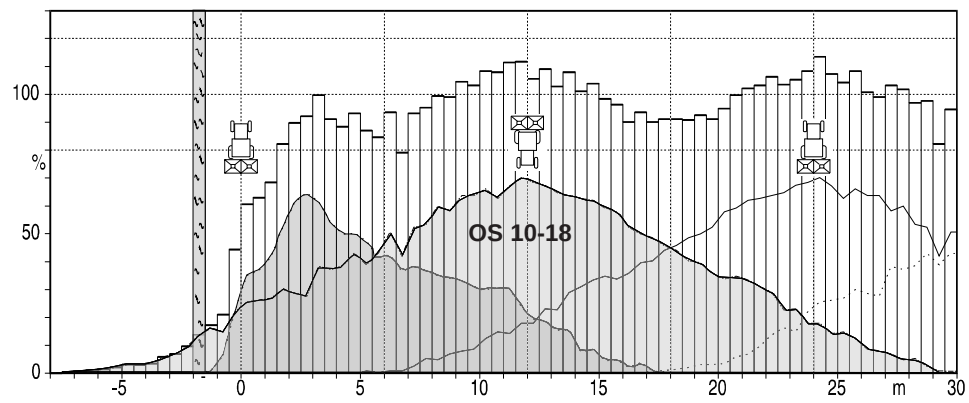

Fig. 4.7
- avec des voies de passage jalonnées tous les 10m ou 12m (fig. 4.7 et 4.8).
Ainsi par exemple, l'épandage à 1,5 m du bord de la bordure (avec déflecteur de bordure) est valable dans le cas d'un jalonnage tous les 18 m, car l'engrais ne tombe pas au-delà de la limite du champ. Si par contre l'agriculteur travaille avec un jalonnage à 10 m ou 12 m avec le même réglage des aubes (avec quelques variétés d'engrais comme par exemple l'ammonitrate, il est possible d'obtenir une répartition latérale optimale sur une largeur de travail de 10 à 18 m avec un réglage des aubes identique), les disques OS 10-18 projettent lors du retour une quantité d'engrais non négligeable (sur environ 4,5 à 6,5 m) hors de la limite du champ (voir fig. 4.7).